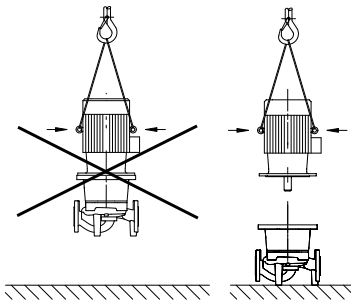

Fig. 8: Fixar o motor
- Os olhais de transporte no motor só servem para o transporte do mesmo e não para toda a bomba (Fig. 8).